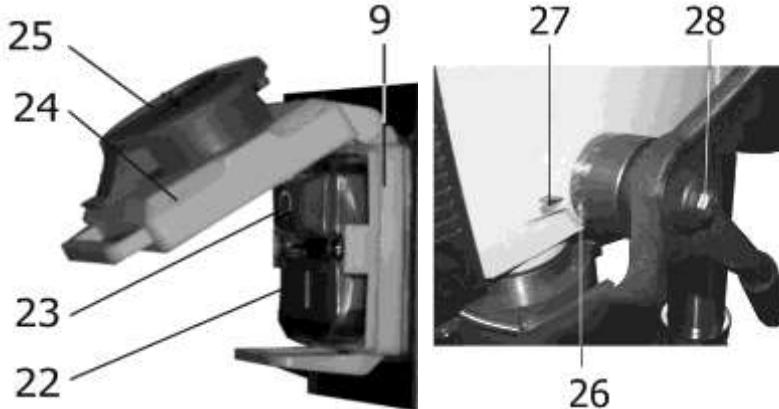
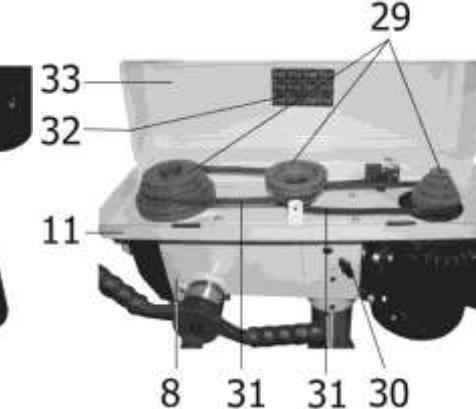
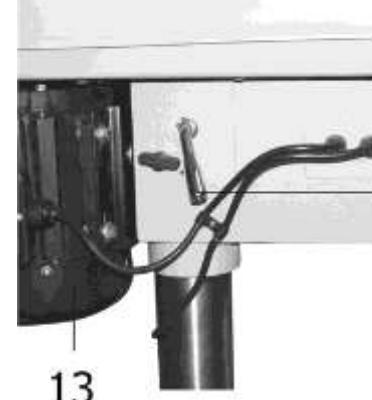

Рис. 6
Рис. 8
Рис. 9
10.2. Перед тем как включить станок проверьте, закрыта ли крышка (33) кожуха ременной передачи (11), Рис.8. Ключ к патрону (O), Рис.1, не должен оставаться в сверлильном патроне (6), Рис.2. Режущий инструмент в сверлильном патроне (6) должен быть хорошо зажат. Если режущий инструмент не установлен, то кулачки сверлильного патрона (6) должны быть сведены, Рис.2.
10.3. Станок оснащен магнитным пускателем, предотвращающим самопроизвольное включение после отключения питания. Магнитный пускатель (9), Рис.6, закрыт защитной крышкой (24) и заблокирован кнопкой (25), предотвращающей самопроизвольный пуск станка после нажатия на кнопку (25), Рис.6. При закрытой крышке (24) станок автоматически отключается от питания; станок можно включить только после открытия крышки (24) и нажатия зеленой кнопки (22). Отключение станка производится нажатием на красную кнопку (23), Рис.6. В случае необходимости экстренного отключения станка, нажмите красную кнопку (25), в результате чего произойдет отключение питания станка, Рис.6.
10.4. При открытии крышки (33) кожуха ременной передачи (11), Рис.8, станок должен отключиться. Повторное включение станка возможно после закрытия крышки (33) кожуха ременной передачи (11), Рис.8, и вторичного нажатия на зеленую кнопку (22), Рис.6 (см. п.10.3).
10.8. В станке реализован ступенчатый принцип изменения скорости вращения шпинделя. Скорость вращения шпинделя регулируется изменением положения клиновых ремней (31) на ступенях шкивов (29), Рис.8. Можно установить 12 скоростей вращения шпинделя. Схемы положения клиновых ремней (31) на шкивах (29) для 12 вариантов скоростных режимов показаны на наклейке (32), находящейся на внутренней стороне крышки (33) кожуха ременной передачи (11), Рис.8.
Для изменения скорости вращения шпинделя предварительно следует ослабить натяжение клиновых ремней (31), Рис.8. Для этого необходимо ослабить винты фиксации (30), расположенные симметрично с двух сторон шпиндельной головки станка (8), Рис.8. Затем с помощью ручки (34) переместить электродвигатель (13) в сторону режущего инструмента, Рис.9. Руководствуясь данными наклейки (32) на крышке (33) кожуха ременной передачи (11), можно установить ремни (31) на ступенях шкивов (29) в требуемые позиции, Рис.8. Клиновой ремень можно натянуть с помощью ручки (34), переместив электродвигатель (13), Рис.9, в сторону от режущего инструмента и зафиксировав необходимое натяжение винтами фиксации (30) с двух сторон шпиндельной головки (8), Рис.8.